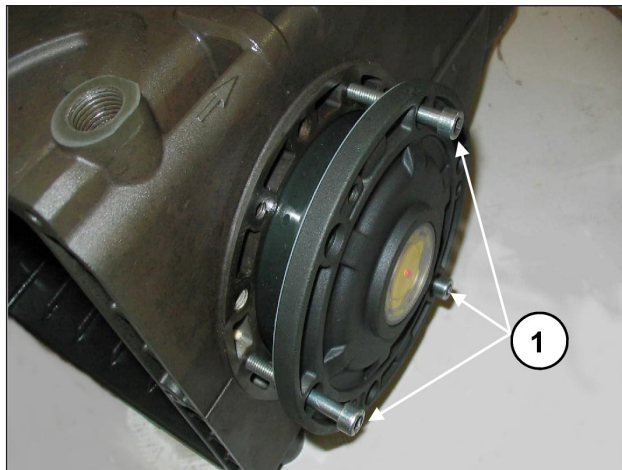

Рис. 8
Для упрощения ввода первого участка и установки крышек на картер рекомендуется использовать 3 винта М6 х 40 с неполной резьбой (Рис. 8, поз. ①), а затем завершить операцию с помощью винтов (М6х16) из комплекта поставки.
Для приближения обеих боковых крышек к картеру можно использовать 3 винта М6х40 для первичного ориентирования, как уже было показано ранее (Рис. 8), а затем уже винты, предусмотренные для окончательного крепления.